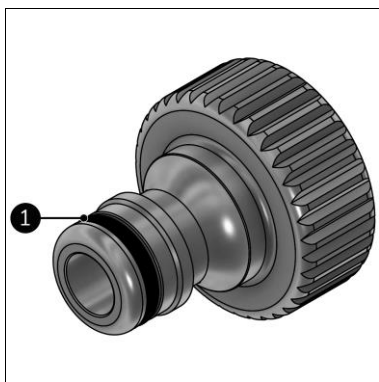

Figure 22
5. Passez de la vaseline sur le joint torique du raccord du tuyau de jardin (figure 22, pos. 1).